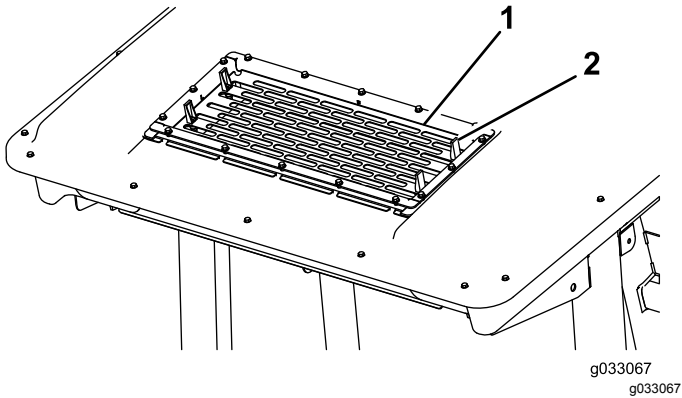

图56
- 2. 提起空调滤网图56上的4个凸耳然后将滤网从驾驶室顶部取出。